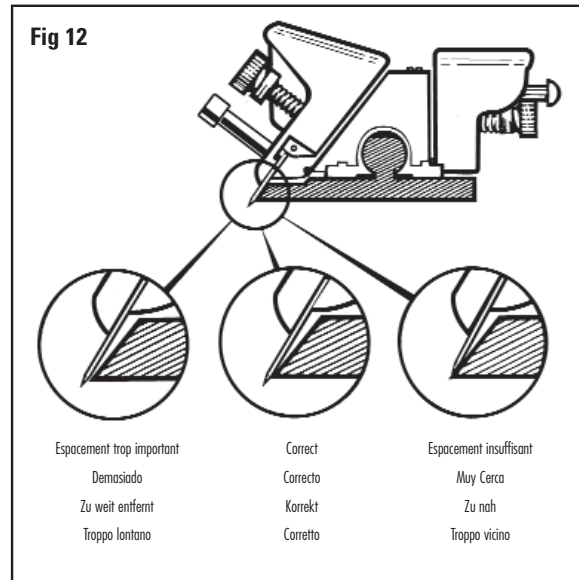

Fig 12
4. À ce stade, vérifiez la position de la pointe de la lame par rapport au bord du rail de guidage. Si la lame entre en contact avec le rail de guidage avant d'avoir atteint l'extrémité du rail, c'est que le ponçage de la surface des roulements est insuffisant et qu'un ponçage supplémentaire doit être effectué sur le CÔTÉ DROIT des roulements (Fig. 12). Au contraire, si la lame N'ENTRE PAS EN CONTACT avec le côté en biseau des roulements, il faut alors poncer davantage le côté biseau de la surface des roulements afin que finalement la lame entre en contact avec le bord du rail JUSTE au moment où la lame pénètre dans le passe-partout.
4. Prüfen Sie nun, den Abstand von Klingenspitze und Schneidchiene. Wenn die Klingenspitze die Schneidchiene berührt, bevor sie am Ende der Schiene angelangt ist, muss mehr vom Kunststoff auf der geraden Seite der Gleitlager abgeschliffen werden. Abb. 12 Im entgegengesetzten Fall, wenn die Klinge die Schneidchiene nicht berührt, muss mehr von der schrägen Seite der Gleitlager abgeschliffen werden, so dass die Klinge schließlich den Rand der Gleitchiene berührt, sobald sie in den Passepartoutkarton einsteht.
4. En este punto, compruebe la relación de la punta de la cuchilla con el borde de la Barra de Corte. Si la cuchilla golpea la Barra de Corte antes de que alcance el extremo de la barra, entonces tiene que quitarse más superficie del cojinete del LADO RECTO de los cojinetes. Fig. 12 Al contrario, si la cuchilla NO golpea el borde de la Barra de Corte, entonces se debe quitar más superficie del LADO DE BISEL del cojinete de modo que la cuchilla SÓLO golpeará en última instancia contra el borde de la barra conforme la cuchilla entre dentro de la lámina perimétrica.
4. A questo punto, verificare il rapporto della punta della lama rispetto al bordo della barra di taglio. Se la lama colpisce la barra di taglio prima che raggiunga l'estremità della barra, occorre rimuovere altra superficie dal LATO DIRITTO dei cuscinetti. Fig. 12 Al contrario, se la lama NON colpisce il bordo della barra di taglio, occorre rimuovere altra superficie dal LATO SMUSSO dei cuscinetti così che, alla fine, la lama colpirà il bordo della barra SOLAMENTE quando penetra nel cartoncino.